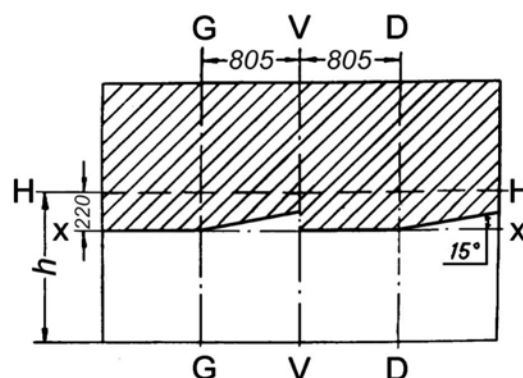

Рис. 8.2. Разметка экрана для регулировки фар:
Для этого нужно включить вентиляторы выключателями на щитке приборов, открыть заслонку 4 (см. рис. 8.2) короба воздухозаборника, переведя рукоятку 14 в крайнее верхнее положение.
- установить ненагруженный автомобиль на расстоянии 10 метров от экрана, на котором сделана разметка в соответствии с рис. 8.2. Ось автомобиля должна быть перпендикулярна экрану;
- включить ближний свет и, закрыв одну из фар, отрегулировать другую боковым и верхним регулировочными винтами так, чтобы световое пятно располагалось, как показано на рис. 8.2. Регулировку производить в следующем порядке: